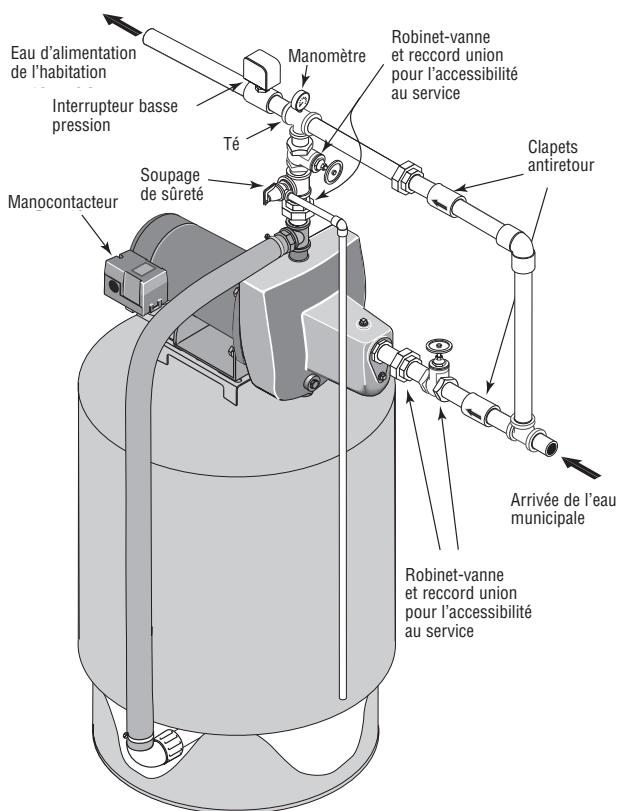

Figure 6: Modèle SNCP42
2. Poser la tuyauterie comme il est illustré (Figures 6 et 7). Ne pas oublier de poser des raccords unions et des robinets d'arrêt de façon à pouvoir déposer le suppresseur pour le réparer sans avoir à interrompre l'alimentation en eau de l'habitation. Il est recommandé de poser un clapet antiretour à ressort avant le système de suppression et un interrupteur basse pression après le système de suppression (On désirera peut-être aussi remplacer le manocontacteur standard par un manocontacteur ayant une fonction de coupure basse pression.)